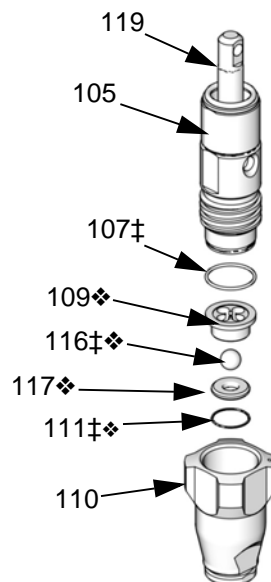

図 11: 吸入ハウジングアセンブリ
2. 可能であれば、ポンプを洗浄します。(12) 圧力開放手順 ページの 9 に従ってください。
4. インテイクハウジング (110) を外します。図 11 を参照してください。
5. ボールガイド (109)、ボール (116)、シート (117)、O リング (111) を清浄または交換します。
6. O リング (111)、シート (117)、吸入部ボール (116)、およびボールガイド (109) をインテイクハウジング (110) に取り付けます。
7. インテイクハウジング (110) をシリンダー (105) にネジで固定します。70–80 ft-lb (95–108 N•m) のトルクで締めます。